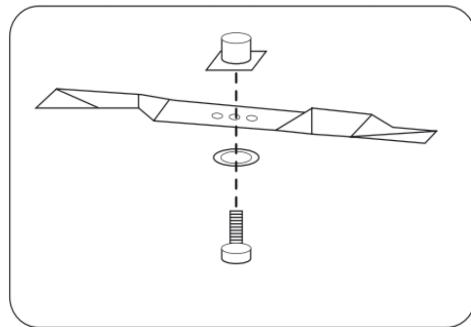

Рис.24
3. Удерживая нож рукой, открутите болт крепления ножа гаечным ключом (в комплект не входит) (рис. 24).